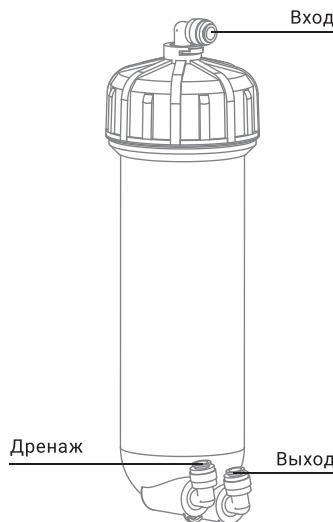

Рис. 18
7. Подключите трубы к корпусу мембранны (см. раздел «Присоединение трубок» (стр. 10)), соблюдая последовательность их подключения к корпусу (вход/выход/дренаж) (рис. 18). Каждую стопорную клипсу зафиксируйте на цанге, с которой она была снята. Проверьте все соединения на герметичность.